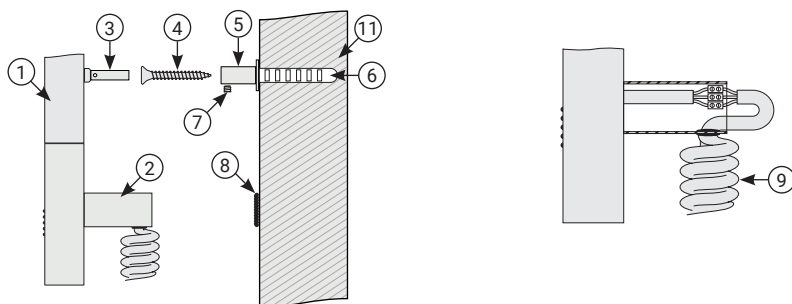

Рис.2
4.1.4. В полученных метках (п. 4.1.3.) сделать отверстия диаметром **6 мм** и произвести монтаж телескопических кронштейнов (рис. 2) с помощью саморезов и дюбелей.
4.1.5. Произвести герметизацию шва силиконовым герметиком по контуру примыкания коробки и стены (рис. 2 «8»).